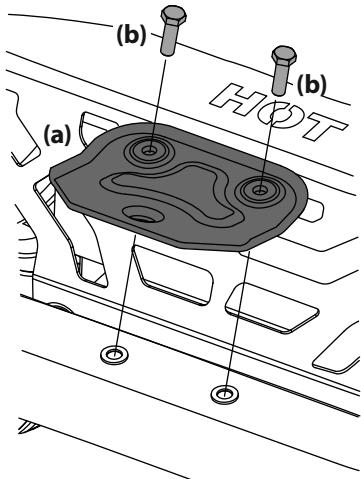

Figura 2
- Ubique el Enganche (a) e instálelo en la parte trasera del bastidor con los dos tornillos de arandela hexagonal (b) proporcionados. Consulte la Figura 2.